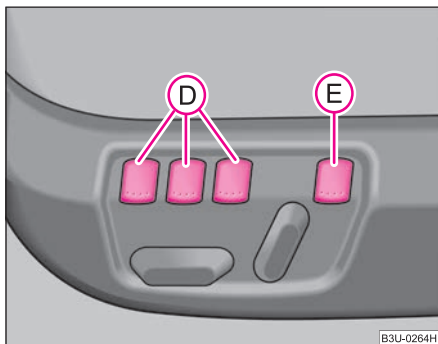

Fig. 56 Scaunul conducătorului: Tastele de memorie și comutatorul ON/OFF
Memory pentru scaun oferă posibilitatea memorării individuale a poziției scaunului și a oglinzilor exterioare. Fiecăreia din cele trei taste de memorie **D** ⇒ fig. 56 i se poate alocă un reglaj al scaunului. Apăsând pe tasta de memorie corespunzătoare **D**, scaunul și oglinzile laterale vor adopta automat poziția memorată pe această tastă.
- **Memory-apăsare scurtă:** Apăsați scurt tasta de memorie dorită **D** ⇒ pagina 75, fig. 56 când ușa conducătorului este deschisă. Scaunul și oglinzile laterale vor adopta automat pozițiile memorate. ▶
În caz de urgență, puteți întrerupe procesul de apelare apăsând comutatorul **(E)** ⇒ pagina 75, fig. 56, apăsând scurt una din tastele de memorie sau unul din comutatoarele pentru reglarea scaunului. ■